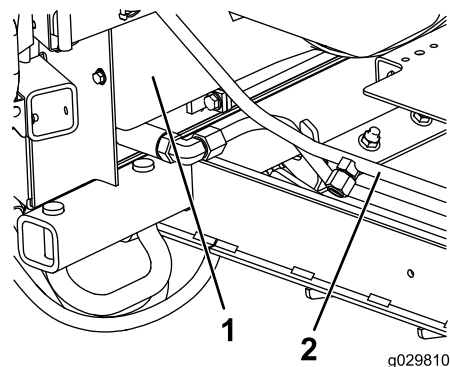
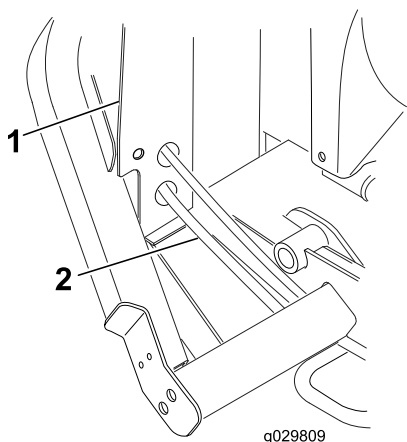

Рисунок 13
Рисунок 14
1. С правой стороны машины, непосредственно перед рамой радиатора, установите сливной поддон под шланг линии возврата маслоохладителя (Рисунок 13 или Рисунок 14).